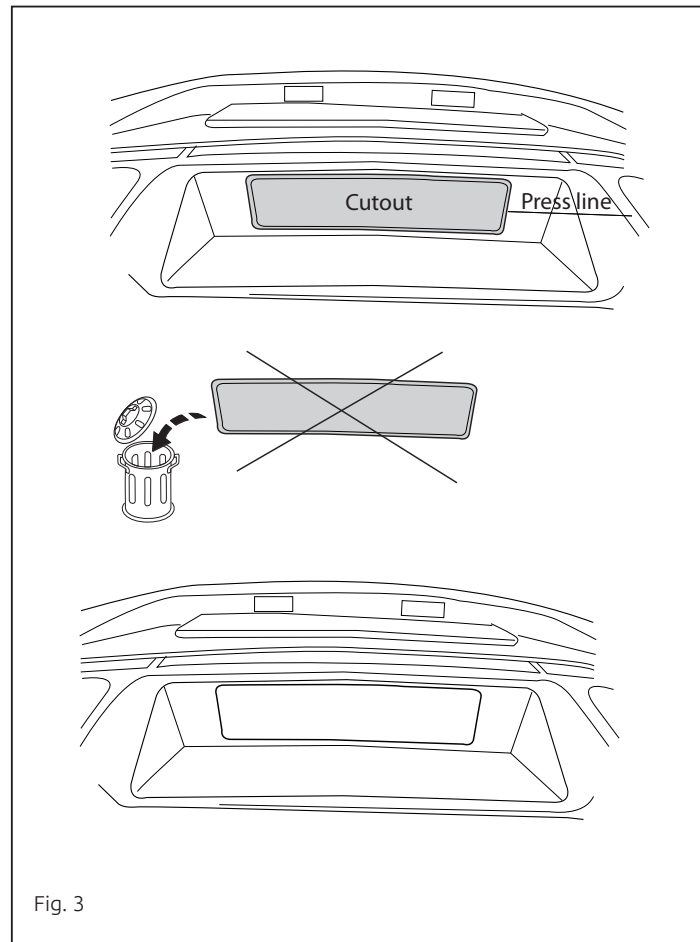

Fig. 3
4. **Внимание! При необходимости:** Выпилить обозначенные части, как указано на рис. 3.